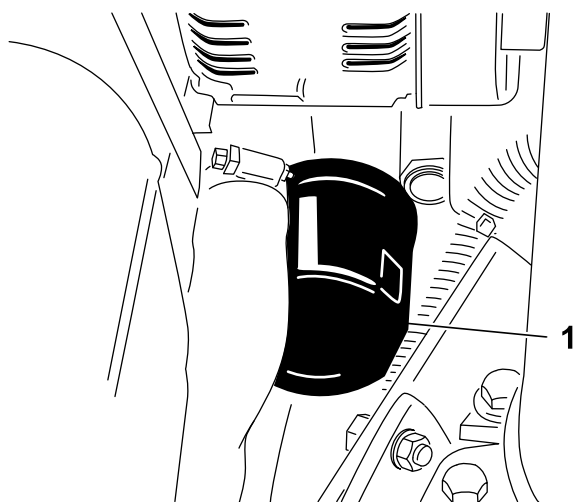

Figura 48
2. Togliete il filtro dell'olio (Figura 48). Applicare un velo di olio pulito sulla tenuta del nuovo filtro prima di avvitare. **Non serrate troppo.**